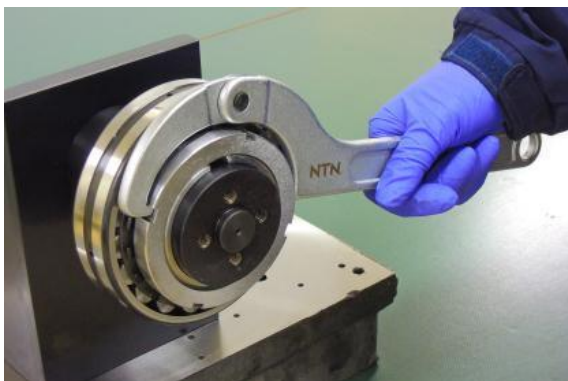
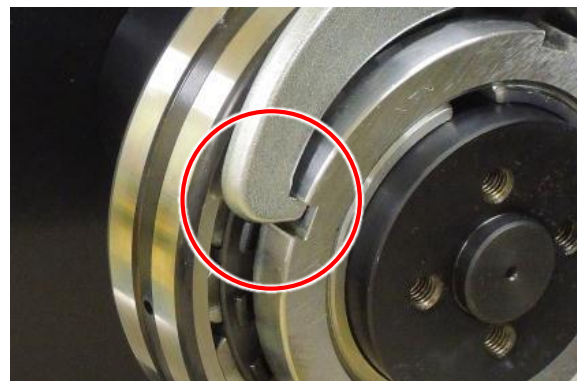

図 5.1 軸受ナットの切欠き部にフック部を引掛けた状態
図 5.2 フック部拡大
- ① 自在フックスパナを右回りに回転させる方向にセットし、軸受ナットの切欠き部に自在フックスパナのフック部を引掛けます(図 5.1、図 5.2)。
② 柄の部分をしっかり握り、左回りにゆっくりと力をかけ、軸受ナットを緩めます(図 5.2)。